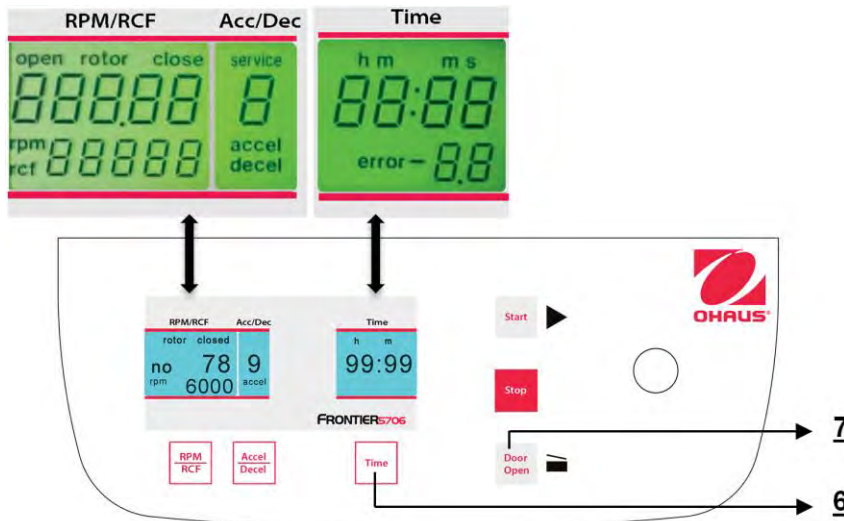

Figura 26
Cuando la centrifuga está apagada, presione al mismo tiempo los botones "Time"(6) y "Door Open" (7) y encienda el interruptor principal de la centrifuga. Ahora suelte ambos botones y como resultado se ejecuta una prueba de pantalla durante aproximadamente 5 segundos. Todos los indicadores aparecerán al mismo tiempo (vea la Figura 26).